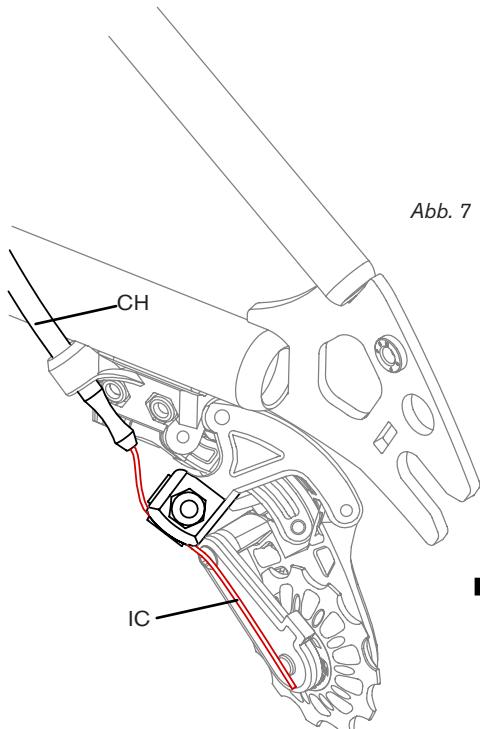
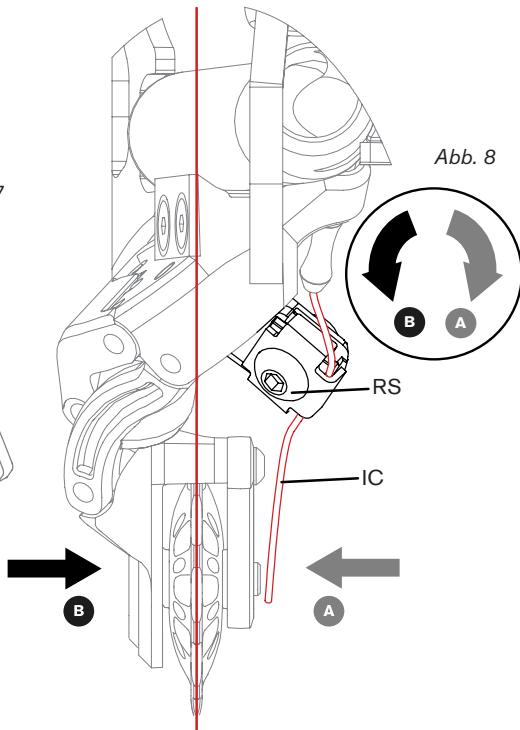
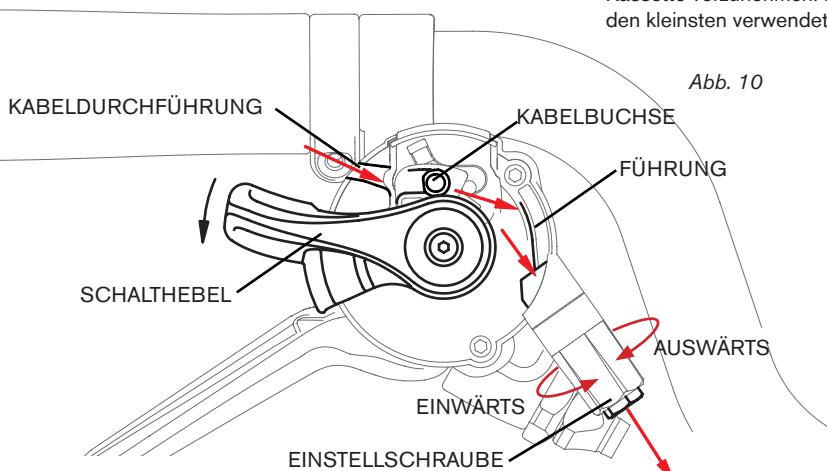

Abb. 7
Abb. 8
Abb. 10
Um aufgrund von Kabelstreckung verlorene Spannung hinzuzufügen, platzieren Sie das Fahrrad in einem Ständer. Lockern Sie die Einstellschraube (Abb. 10) nach außen jeweils um eine Vierteldrehung. Treten Sie dabei die Pedale des Fahrrads und hören Sie auf die Lärmreduktion. Eine Sichtprüfung kann ebenfalls durchgeführt werden, um sicherzustellen, dass das Tastrad auf dem Umwerfer auf den ausgewählten Ritzel auf der Kassette ausgerichtet ist. Wenn das Fahrrad den größten Ritzel nicht erreicht, bedeutet dies, dass zu viel Spannung hinzugefügt wurde. Drehen Sie die Einstellschraube einwärts, um dieses Problem zu beheben (Abb. 10). Wenn das ursprüngliche Problem dadurch nicht behoben wird, wechseln Sie auf den kleinsten Ritzel auf der Kassette, lösen Sie anschließend den Bolzen, der das Kabel an der Innenseite des Umwerfers hält (Abb. 7, 8). Ziehen Sie das innere Kabelende IC mit einer kleinen Zange, um die Kabelspannung zu erhöhen und ziehen Sie anschließend den Bolzen RS fest (Abb. 8).
**LS-1** Wird verwendet, um eine Ausrichtung auf dem größten Ritzel der Kassette vorzunehmen. LS-2 wird für den kleinsten verwendet (Abb. 8).
- Ziehen Sie den Bolzen fest, der das Kabel an der Innenseite des Umwerfers an Ort und Stelle hält (Abb. 8)
- Verwenden Sie die Spannschraube auf der Gangschaltung, um die Kabelspannung wie erforderlich einzustellen (Abb. 10)
- Das Tastrad auf dem Umwerfer muss auf das ausgewählte Ritzel auf der Kassette ausgerichtet sein (Abb. 10).